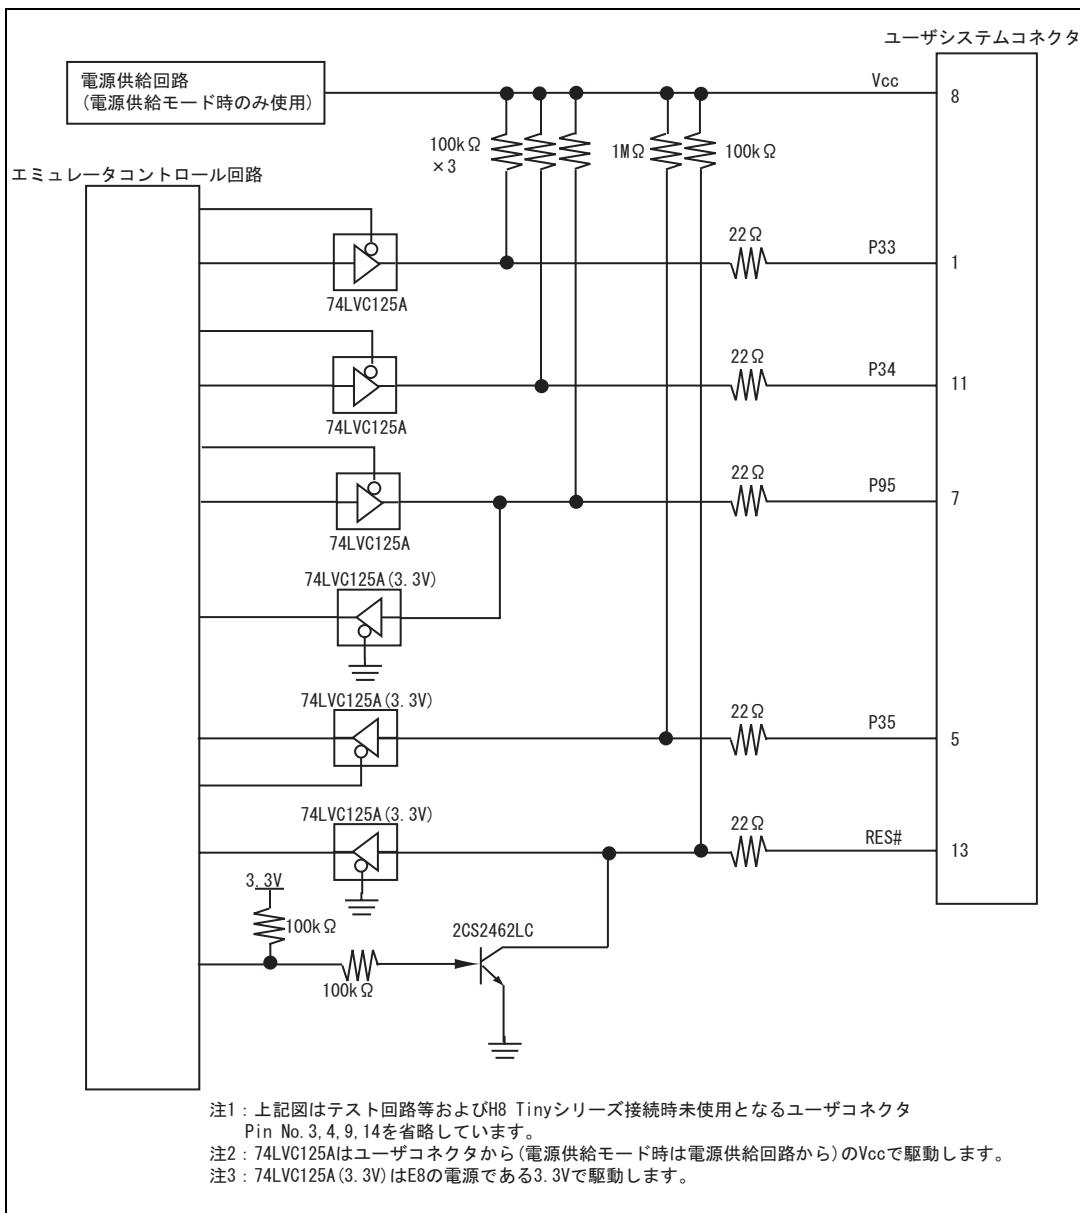
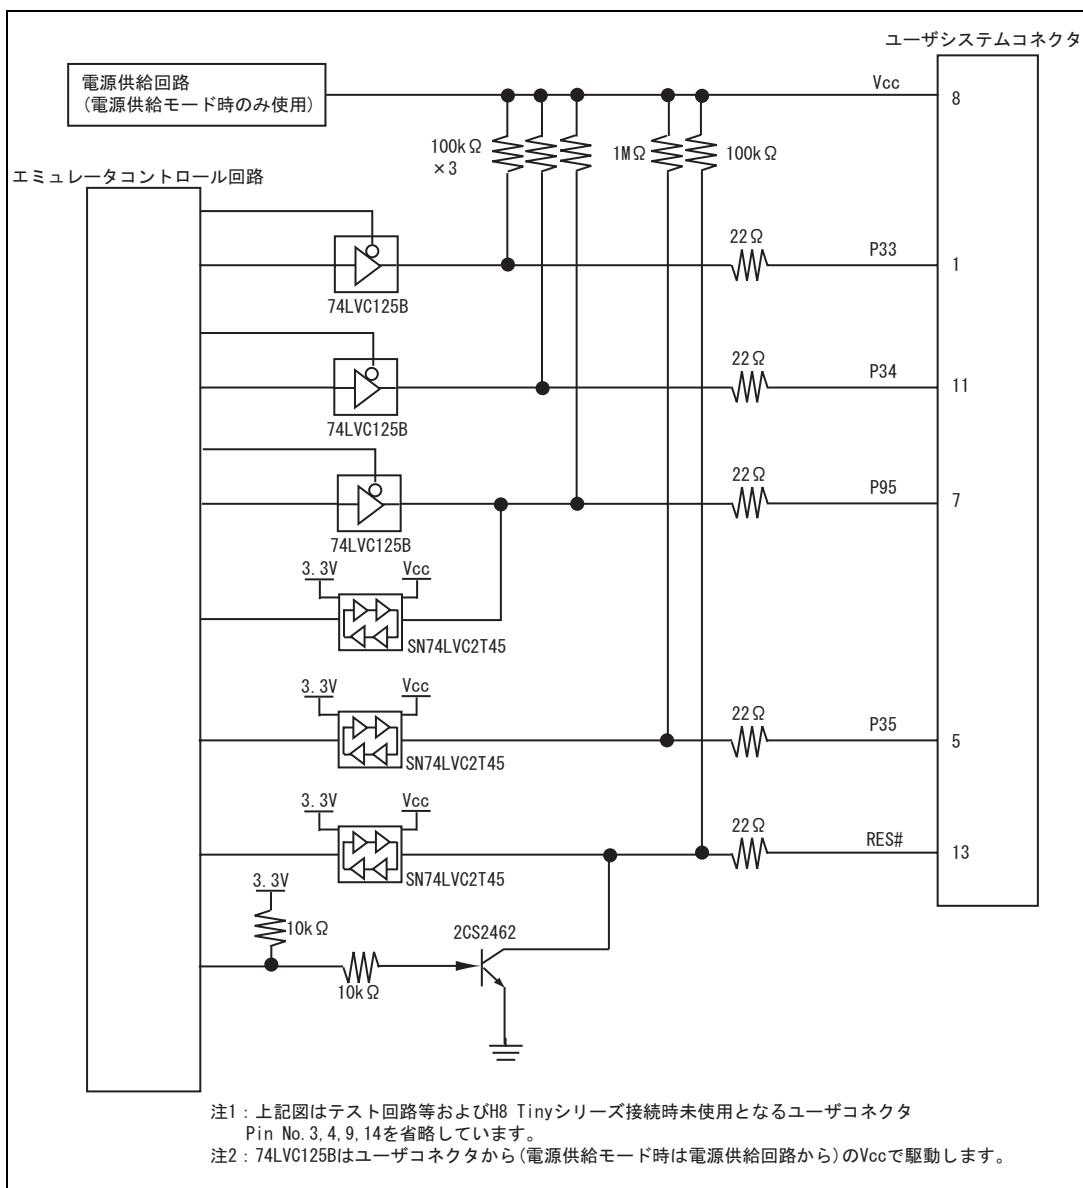

図 4.5 E8 エミュレータ内インターフェース回路 (参考)
図 4.6 E8a エミュレータ内インターフェース回路（参考）
6. 図4.5にE8エミュレータ内インターフェース回路を示します。図4.6にE8aエミュレータ内インターフェース回路を示します。プルアップ抵抗の値などを決定するときに参考にしてください。